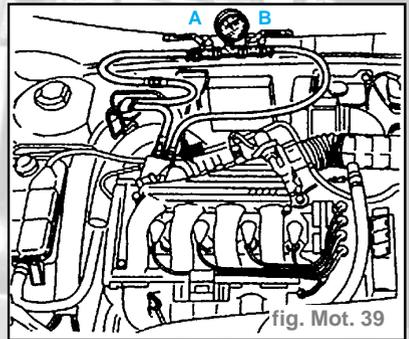

fig. Mot. 39
- Déconnecter le tuyau d'amenée carburant à la rampe du raccord indiqué (flèche) (fig. Mot. 39).
- Intercaler, entre le bout du tuyau débranché et la rampe de distribution, le manomètre **1895890000** avec les robinets (A) et (B) tous deux en position ouverte.